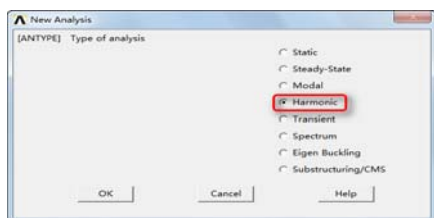

图 11-38 “New Analysis”对话框
①依次选择 Main Menu→Solution→Analysis Type→New Analysis, 会弹出“New Analysis”对话框, 如图 11-38 所示, 在“Type of analysis”选择列表中选择“Harmonic”, 单击“OK”按钮关闭该对话框。